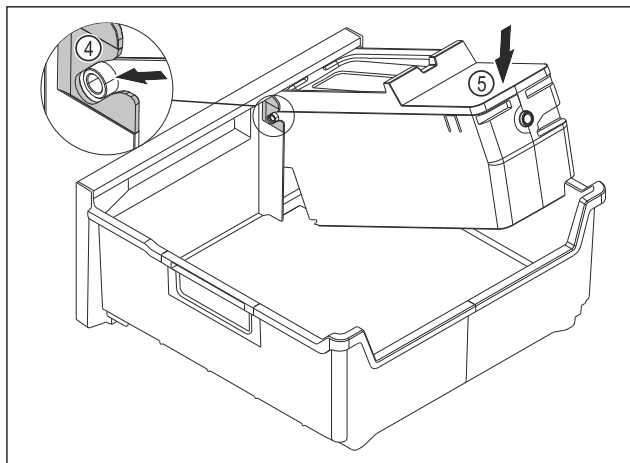

Fig. 145
- Montați corpul EasyTwist-Ice: Inșerați axele corpului EasyTwist-Ice în ghidaje Fig. 145 (4).
- Apăsați corpul EasyTwist-Ice Fig. 145 (5) în spate în jos.